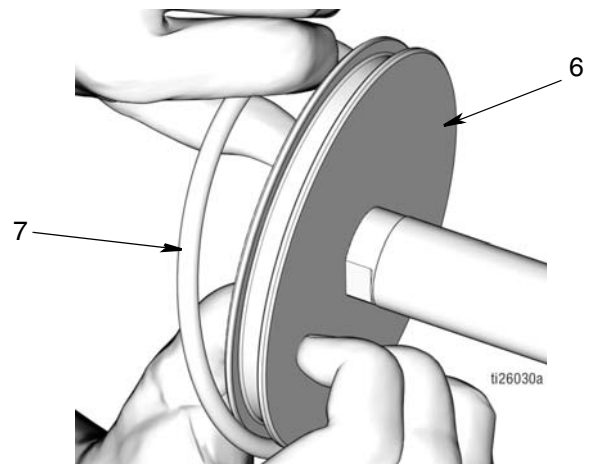

图 49
- e. 在 O 形圈 (7) 上抹上薄薄一层滑脂。在活塞 (6) 上安装 O 形圈 (7)，如图 49 所示。